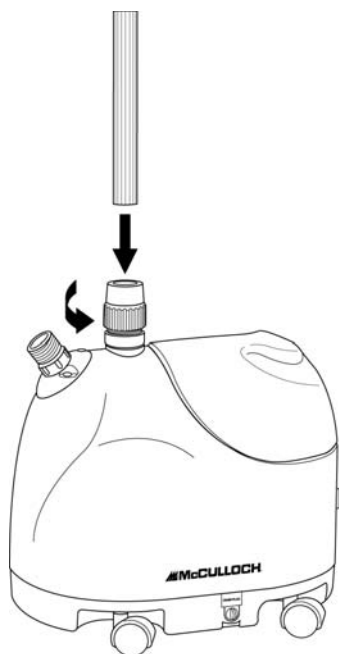

FIGURA 4
2. Inserte la sección inferior del Mástil Telescópico en la Base del Mástil (FIGURA 4)